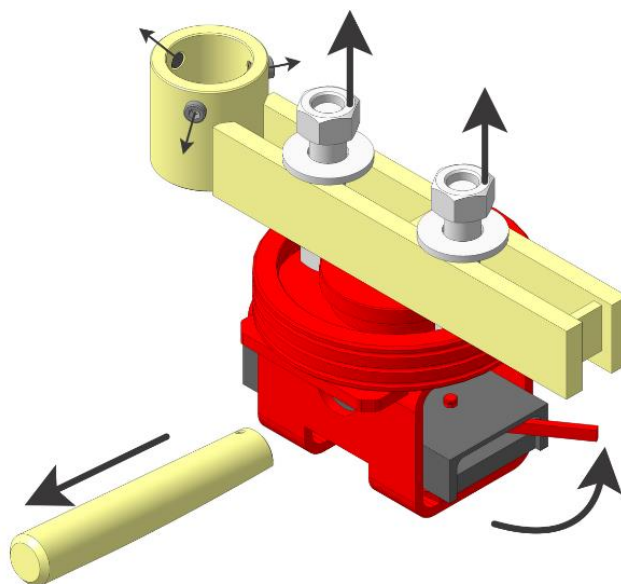

Рисунок 54
- Отведите от центра гильз рычагов ОПС установочные винты М16 для свободной установки зажимов за отбортовку порога. (используйте шестигранник на 10) (рисунок 54).